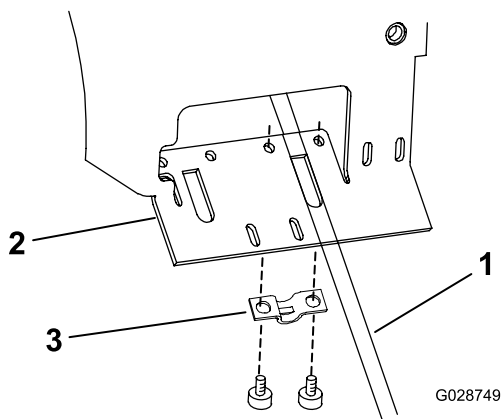

Figura 10
3. Fije el cable de la TDF a la parte inferior del soporte de la palanca con una abrazadera y dos tornillos de cabeza cilíndrica Allen autorroscantes (Figura 10).